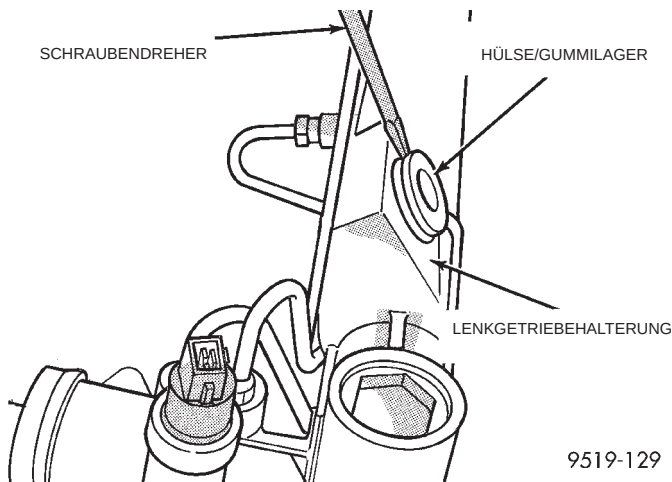

**Abb. 24 Hülse aus dem Gummilager herausdrücken**
Die Gummilager der beiden Befestigungsschrauben in der Halterung des Lenkgetriebes (Abb. 24) können separat ausgetauscht werden. Beide Gummilager werden nach derselben untenstehenden Anleitung ausgetauscht, es ist jedoch nur das hintere Gummilager abgebildet.
(1) Mit einem Schraubendreher die Hülse aus dem Gummilager der Befestigungsschraube herausdrücken (Abb. 24).